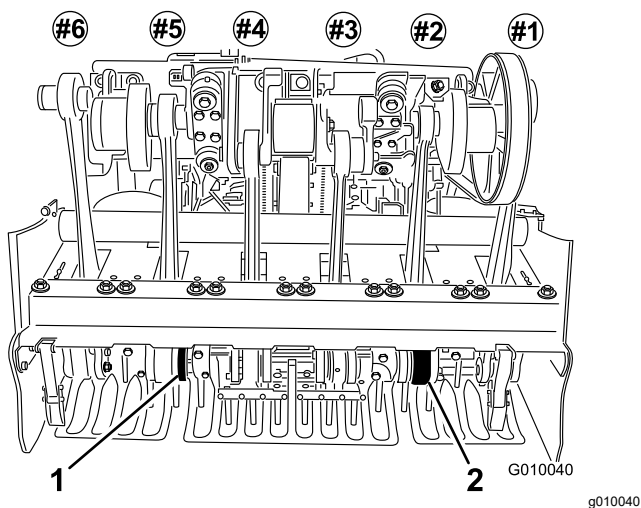

Figura 25
6. Instale taladros en los portataladros N.º 2 y N.º 5 (Figura 25). Apriete los pernos.